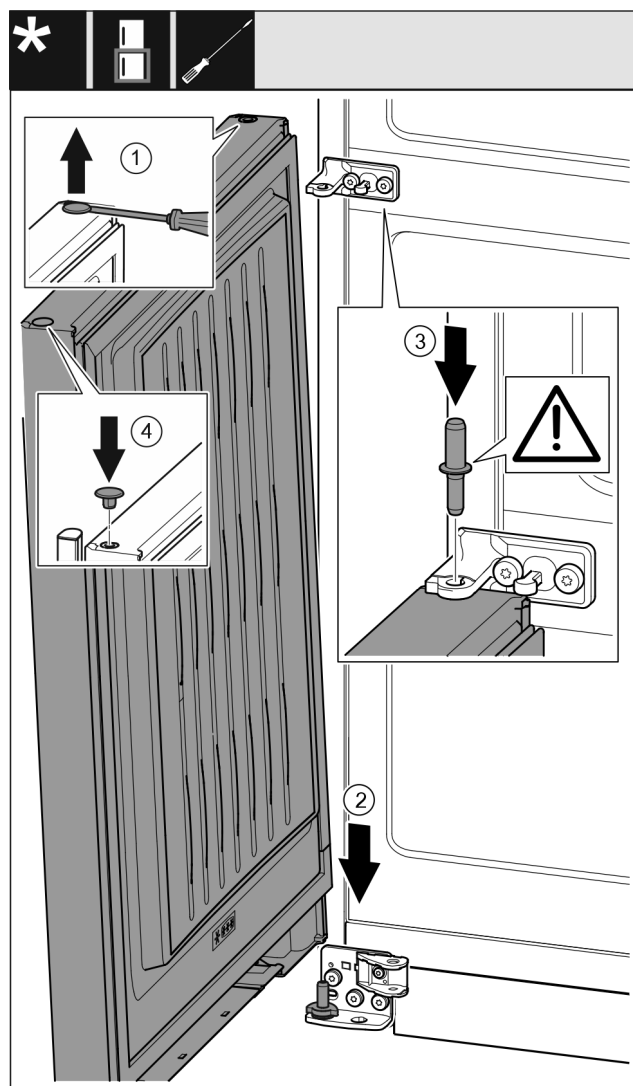

Fig. 41
- Zátku opatrně nadzvedněte plochým šroubovákem a vytáhněte. Fig. 41 (1)
- Dveře nasad'te shora na dolní ložiskový čep. Fig. 41 (2)
- Prostřední ložiskový čep vložte do dolních dveří přes prostřední stojan ložiska. Přitom dávejte pozor, aby zajišťovací vačka směřovala dozadu. Fig. 41 (3)
- Zátku opět vložte na druhé straně dveří. Fig. 41 (4)